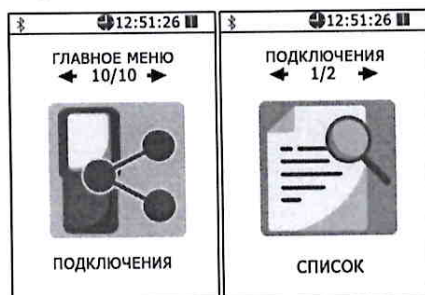

Рисунок 3
8.2.3 На клавиатуре БУИ нажать правую контекстную кнопку «далее» для перехода в «главное меню». С помощью кнопок ◀ и ▶ перейти к пункту меню «подключения» и нажать кнопку **OK**. При этом наблюдать переход в меню «подключения» к пункту «список» (рисунок 3).